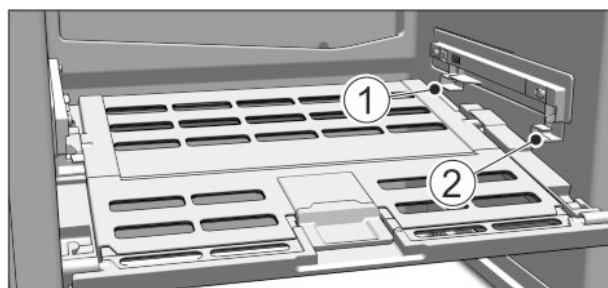

Fig. 16
▶ Mettre en place le couvercle du compartiment Fruit & Vegetable : Introduire les rainures du couvercle en bas dans le support arrière Fig. 16 (1) et les insérer dans le support Fig. 16 (2).